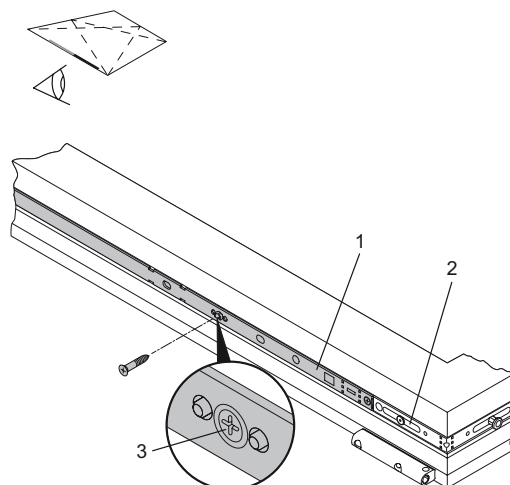

Рис. 14: Блокада М/МК (петлевая сторона)
25. Установить трамплин (4) на удлинитель блокады и закрепить его шурупом.
26. Монтаж блокады М/МК со стороны петель (Рис. 14):
- Подвести блокаду (1) к угловой передаче (2).
- Шуруп (3) должен быть закручен полностью до упора, т.к. при этом снимается блокировка блокады.